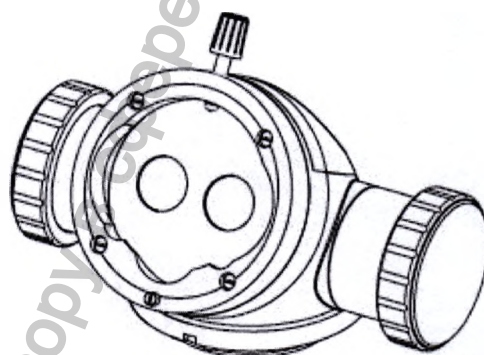

Рис. 23
13.2 Наклонный светоделитель (рис. 23)